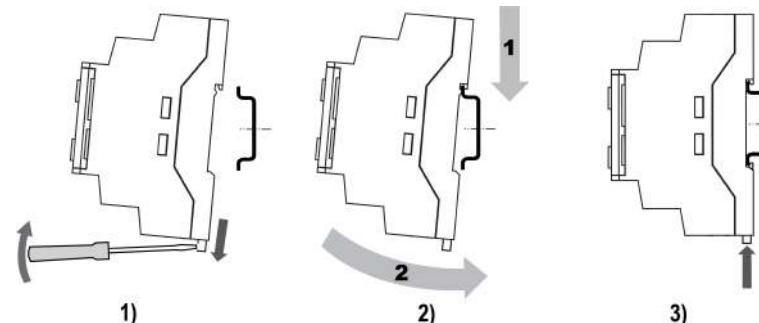

Рисунок 5.2 – Монтаж и демонтаж прибора
- Вставив отвертку в проушину, оттянуть защелку (см. рисунок 5.2, 1).
- Прижать прибор к DIN-рейке (см. рисунок 5.2, 2). Отверткой вернуть защелку в исходное положение (см. рисунок 5.2, 3)